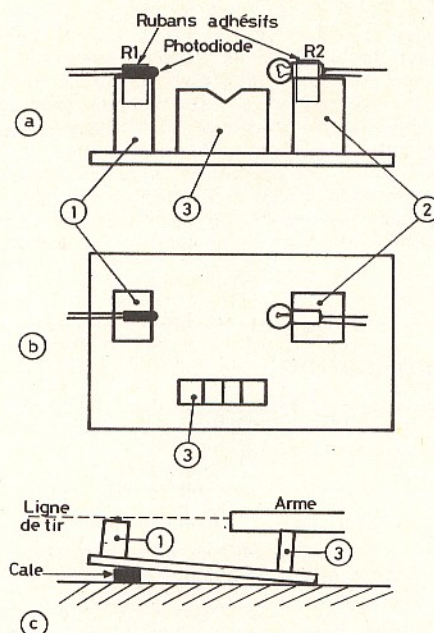

Fig. 15. — Disposition de la photodiode, de l'ampoule et du bloc de bois supportant le canon de l'arme.
En D, comme on l'a vu plus haut, le projectile intercepte un faisceau lumineux. Pour qu'il agisse efficacement, il faut prendre certaines précautions. La meilleure solution est celle qu'indique la figure 15 (en (a) vu par le côté du tireur, en (b) vu de dessus). La photodiode P est fixée par un ruban adhésif R₁ sur un premier bloc de bois (dimensions, par exemple, 20 x 30 mm, hauteur 40 mm), le bloc (1). L'ampoule L (du type 3,5 V 0,2 A classique de lampe de poche), avec des fils d'alimentation soudés sur son culot, est fixée sur un second bloc de bois (2), à peu près de la même taille que le premier, laissant entre l'ampoule et le bout de la photodiode un espace de l'ordre de 50 mm.
On s'arrange à incliner plus ou moins dans le sens adéquat la planche support de l'ensemble (fig. 15 c), pour que la ligne de tir passe exactement entre l'ampoule et la photodiode. Comme le canon de l'arme, appuyé sur l'entaille en V de la pièce (3) dépasse un peu cette entaille, l'inclinaison de ce canon par rapport à la planche permet de régler la position de la ligne de tir avec une grande précision.
On vérifie alors que, en éclairant la photodiode par une bonne lampe de poche à environ 15 cm et bien dans l'axe de la photodiode, on fait remonter à + 5 V environ le potentiel du collecteur de T_1 par rapport à la masse. On peut alors disposer la photodiode et l'ampoule comme il est indiqué sur la figure 15. L'alimentation de l'ampoule sur pile est une quasi-nécessité, pour éviter une modulation importante de la lumière à 100 Hz dans le cas d'une alimentation de l'ampoule en basse tension alternative (les filaments de ces petites ampoules ont très peu d'inertie thermique).
Le tout étant branché et réglé, on vérifie l'action de la photodiode : en passant le doigt entre la lampe et la diode (fig. 15), on voit le voltmètre dévier presque instantanément à fond (sans danger, la charge de C_2 ne peut dépasser 7 V, si le voltmètre est sur l'échelle 6 V, il ne souffre pas).
Nous avons commencé par un pistolet jouet à air comprimé « Pneumatir », muni du canon allongé, qui lance des plombs de 2,25 mm, masse 92 mg. Aucune précaution n'est à prendre pour les ricochets : on peut parfaitement recevoir un tel plomb directement sur la main sans dommage. En revanche, il est très difficile d'ajuster correctement le canon comme sur la figure 15 (c), le plomb est si petit qu'il faut une ligne de tir très précise pour bien intercepter le faisceau lumineux. Dans ce cas, on a d'ailleurs intérêt à rapprocher la ligne de tir de la photodiode, en l'écartant de l'ampoule : l'ombre du projectile sur la photodiode est plus nette.